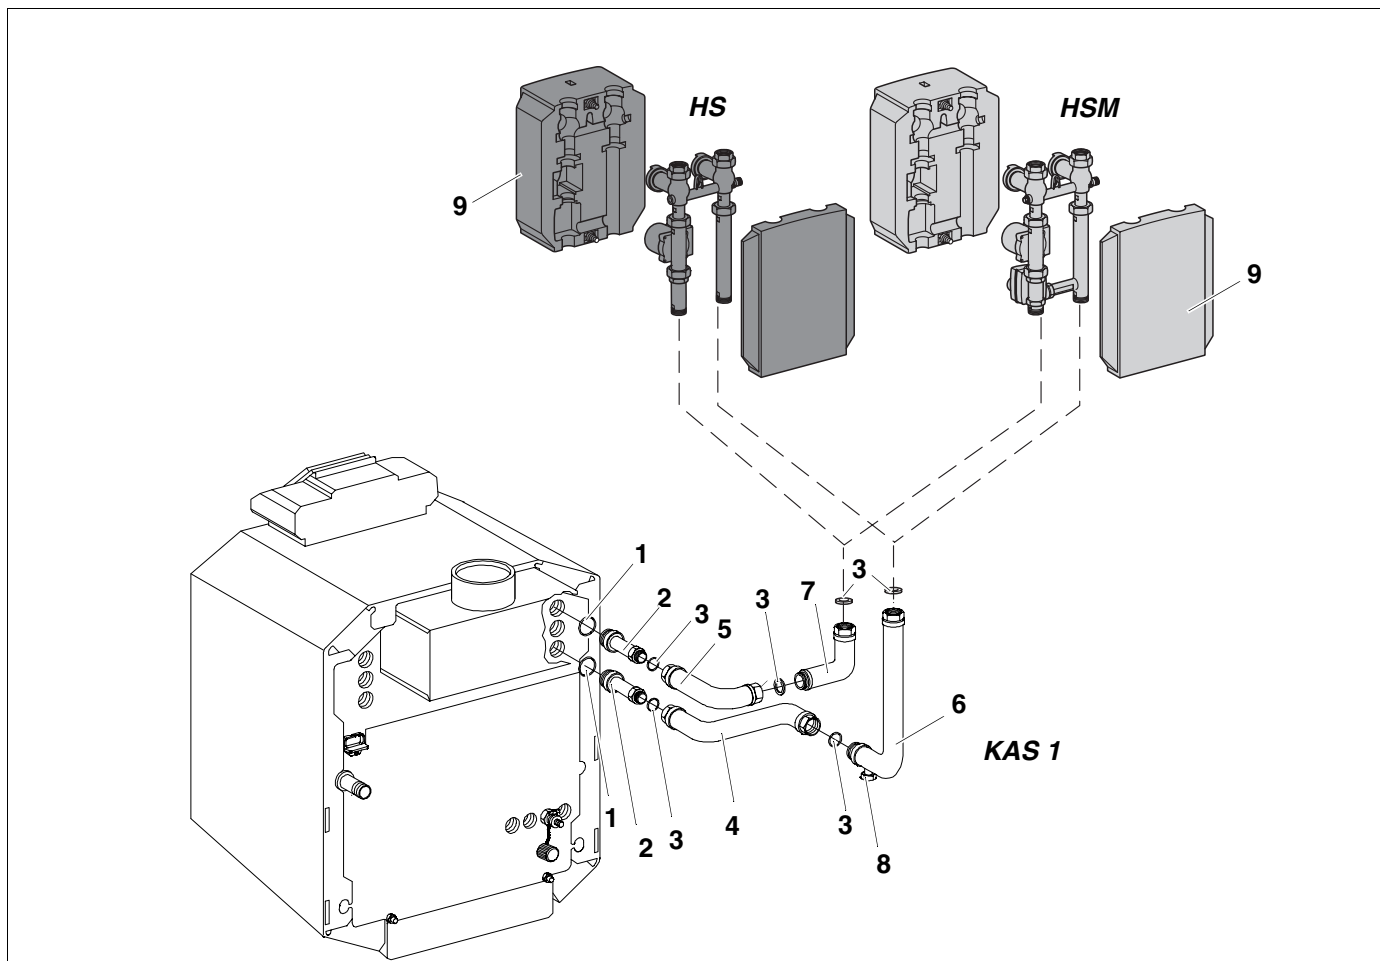

Abb. 6 Linksanbau KAS 1
Legende zu Abb. 6
- Einschraubstutzen (2) mit eingelegtem O-Ring (1) in den Kesselrücklauf einschrauben.
- In Rohr A (4) eine Dichtung (3) in die Überwurfmutter einlegen. Rohr A (4) locker mit dem Einschraubstutzen verschrauben.
- Dichtung (3) in Rohr A (4) einlegen und locker mit Rohr C (6) verschrauben.
- Rohr C (6) senkrecht ausrichten und Verschraubung fest anziehen.
- Dichtung (3) in Rohr B (5) einlegen und locker mit Rohr D (7) verschrauben.
- Rohr D (7) senkrecht ausrichten und Verschraubung fest anziehen.
- Dichtungen (3) in die oberen Verschraubungen der senkrechten Rohrstücke einlegen.
- Heizkreis-Set ohne (HS) oder mit Mischer (HSM) entsprechend Abb. 6 auf die Rohrstücke aufsetzen, die beiden Verschraubungen anziehen und auf Dichtheit prüfen.
- Wärmedämmschalen (9) von beiden Seiten auf das jeweilige Heizkreis-Set aufschieben und mit den Kunststoffschrauben leicht verschrauben.